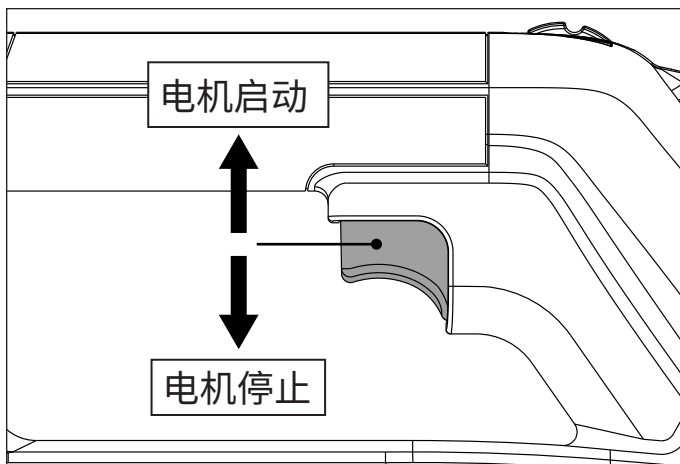
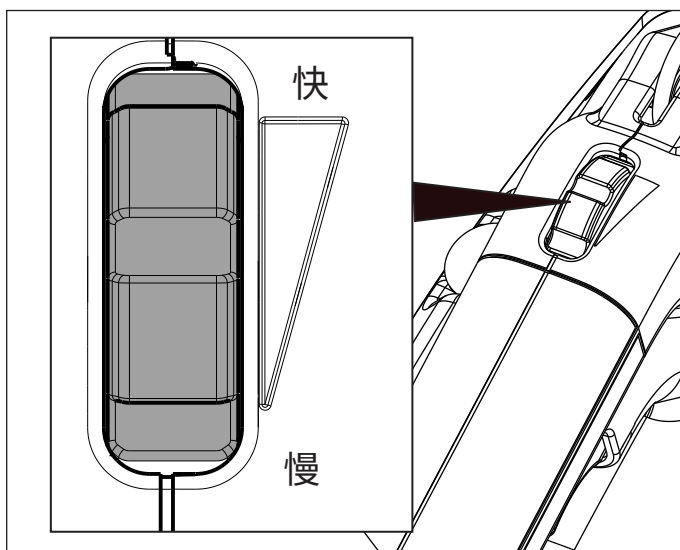

图 9: 扳机开关操作
图 10: 电机转速控制拇指旋钮
液压泵电机使用一个触发开关来控制。请见图 9。
1. 确保泵电源开关处于 ON (I) 位置。
2. 要启动液压泵电机, 请紧握手提把手并上拉触发开关。向前滚动拇指旋钮即可加快电机速度。向后滚动拇指旋钮即可减慢电机速度。参见图 9 和图 10。
- 可使用泵上的拇指旋钮按需调节电机转速。向前滚动拇指旋钮即可提高电机转速。向后滚动拇指旋钮即可降低电机转速。请见图 10。